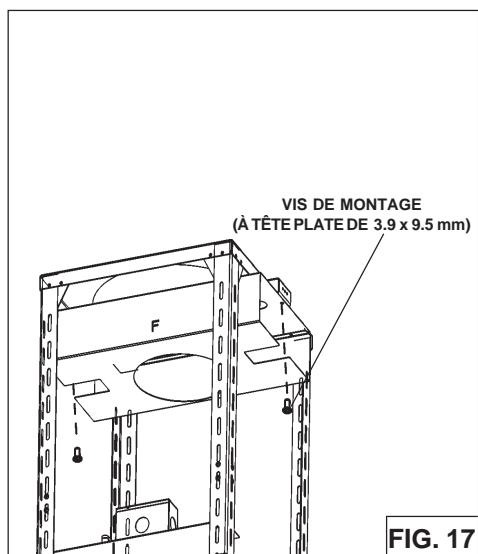

FIG. 17
4. Installez le plénium de la cheminée décorative supérieure en utilisant (2) vis de 3,9 x 9,5 mm fournis, comme indiqué (Fig.17).